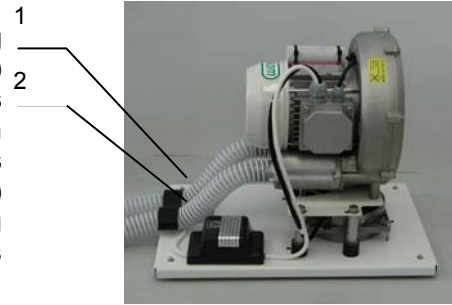

Bild. 3
Am Absaugaggregat (Bild. 3) sind zwei Schläuche für Absaugung und Abluft angeschlossen. Die Schläuche sind vom Eingang (1) und Ausgang (2) des Aggregats zu der Rückwand des Gehäuses geführt und laufen über die hintere Öffnung hinaus oder münden in die Öffnung im Boden. Der Saugschlauch ist an das Verteilungsnetz des Verbrauchers (Dentalbaugruppe) angeschlossen und der Abluftschlauch ist an die Abluftleitung angeschlossen, die aus dem Arbeitsraum des Nutzers hinausgeführt.